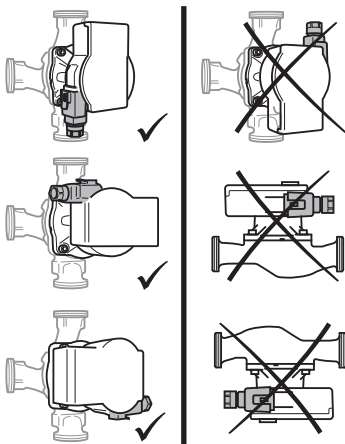

Fig. 2: Asennusasennot
- Asennuspaikka on valittava sallitun asennusasennon (Fig. 2) mukaan.
- On otettava huomioon pumpun sallittu asennusasento (Fig. 2), tarvittaessa on moottoripäätä (2+6) käännettävä.
- Kiinnitä huomiota sallittuun asennusasentoon (Fig. 2) ja virtauksen suuntanuoleen pumpun pesässä (1).
- Ruuvaa 4 koteloruuvia (5) kiinni.